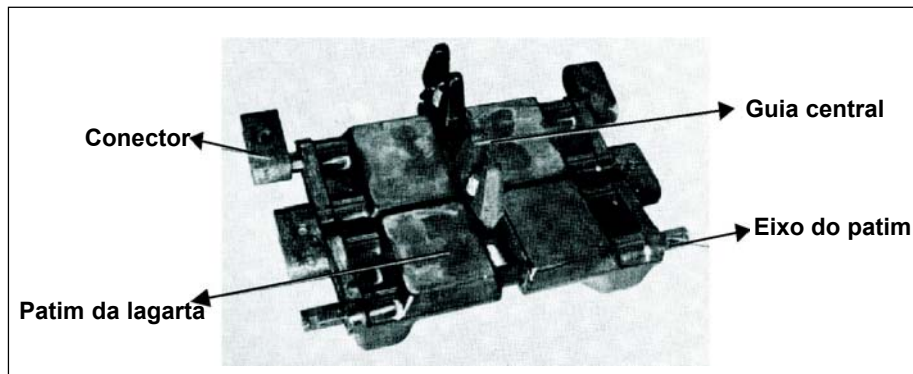

Fig 6-7. Patim
(1) as lagartas são constituídas por 84 patins. Quando novas, podem ter até 83 patins; (Fig 6-7)